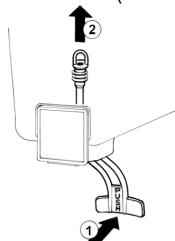

figura 2
**5 Rubinetto a gommino:** premere (1) la leva comando rubinetto e sfilare (2) il gommino dal foro d'uscita del contenitore (vedere figura 2).